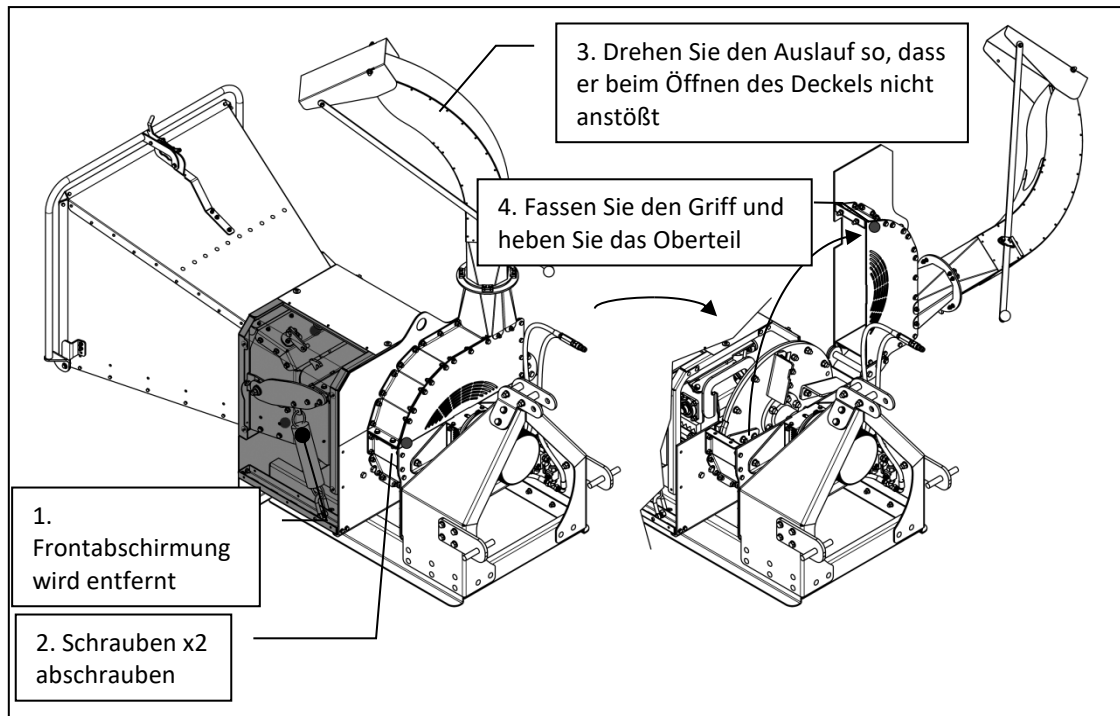

Abbildung 16
5. Das Oberteil des Rotorgehäuses kann nun geöffnet werden, indem man den Griff am Oberteil fasst und anhebt. Siehe Abbildung 16.